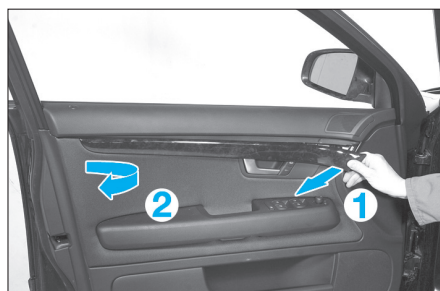

Fig. 29
- Déposer l'enjoliveur de garniture (Fig.29).